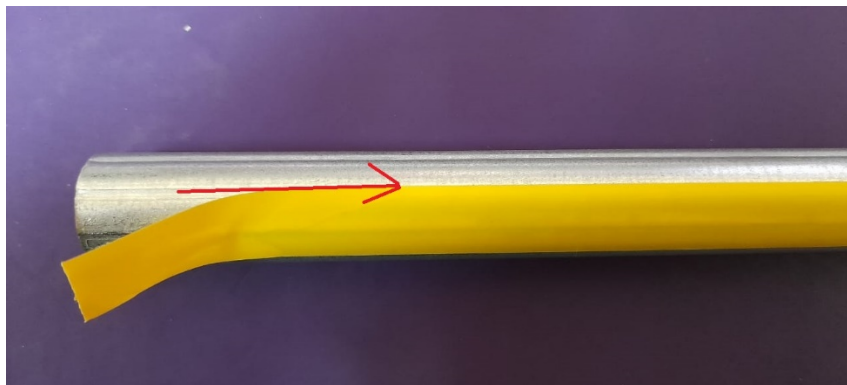

Рис. 4.1
4.1. Отклеить защитный слой клейкой ленты со *стальной трубы* (311031-0000) (Рис. 4.1).